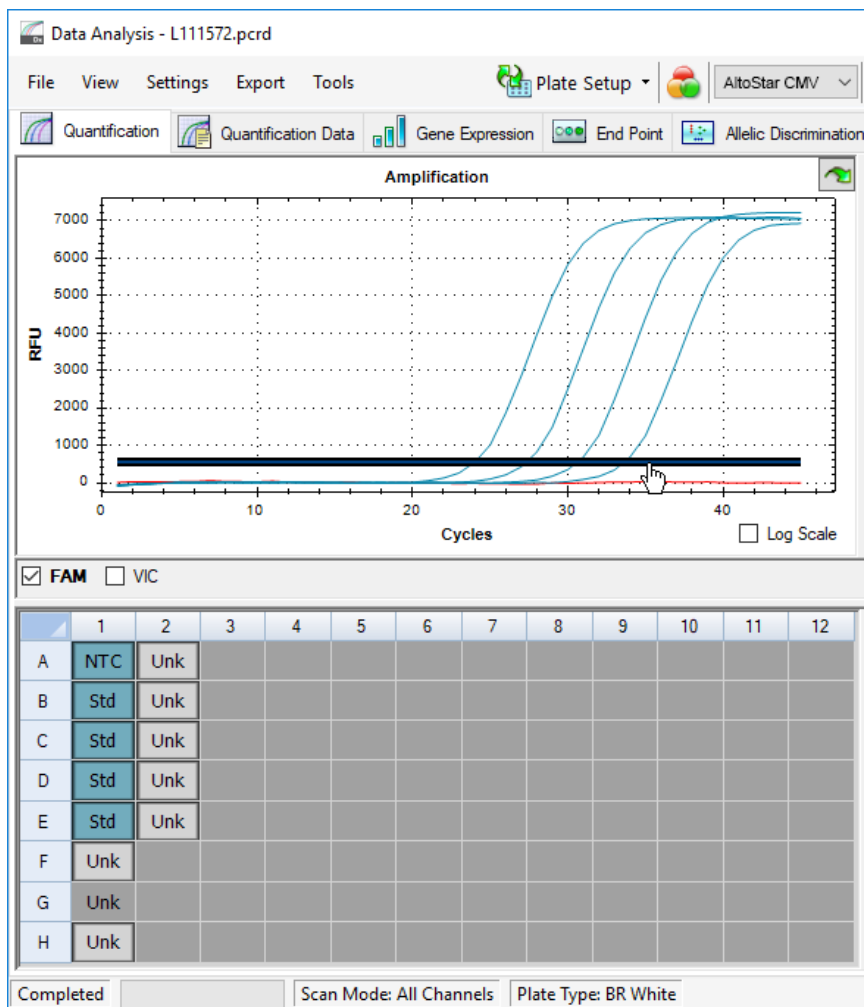

Figura 10: Janela Data Analysis (Análise de Dados): definição do limiar FAM™
5. Do lado esquerdo da janela Data Analysis (Análise de Dados), anule a seleção da caixa de verificação **VIC** e assinale a caixa de verificação **FAM** para o canal de deteção do alvo de CMV (consulte a figura 10).
6. Selecione apenas os poços que contêm NTC e os QS na vista da placa da janela Data Analysis (Análise de Dados) (consulte a figura 10).
7. Arraste o limiar bem acima do sinal de NTC para a área exponencial dos sinais QS (consulte a figura 10).